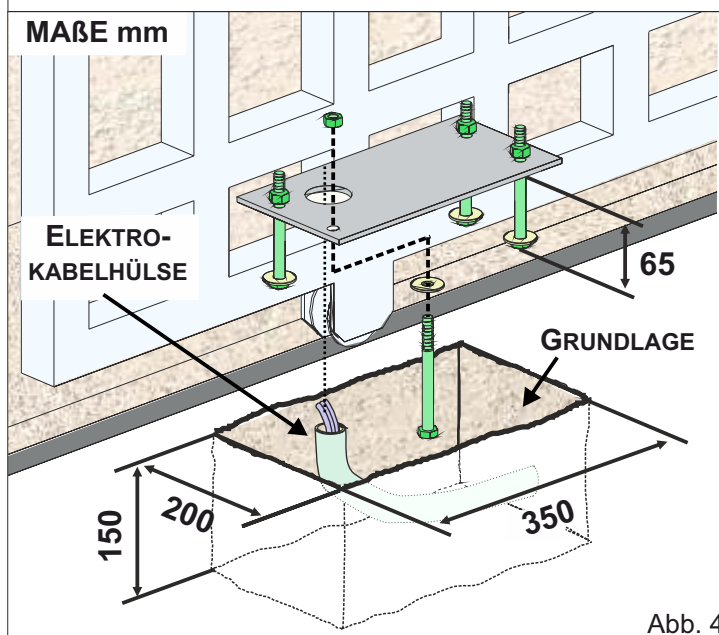

Abb. 4
**2.1.** Ein Fundament aus Beton (siehe Maße in Abbildung 4) für die Grundplatte und die Verankerungsbolzen herstellen.